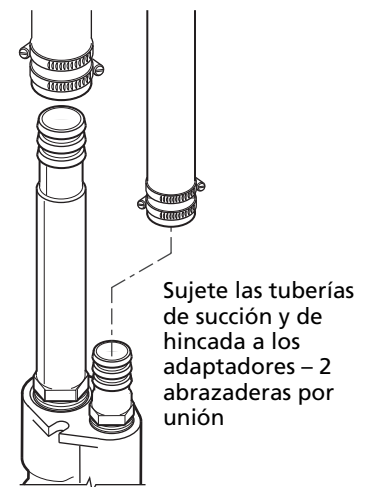

Figura 8
2. Conecte las tuberías de plástico a los adaptadores con las abrazaderas de manguera (véase la Figura 8); utilice dos abrazaderas por unión. Coloque tornillos de fijación en los lados opuestos de la tubería según se muestra.